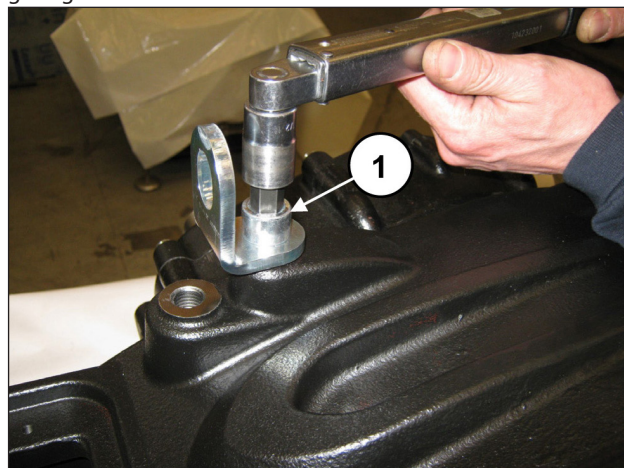

Abb. 93
Setzen Sie die Passfeder 14x9x60 in das Ritzel ein. Bringen Sie die Verschlüsse und Hehebügel mit den entsprechenden Schrauben M16x30 an (Pos. ①, Abb. 93). Eichen Sie die Schrauben mit einem Drehmomentschlüssel, wie in Kapitel 3 EICHWERTE FÜR DEN SCHRAUBENZUG gezeigt.